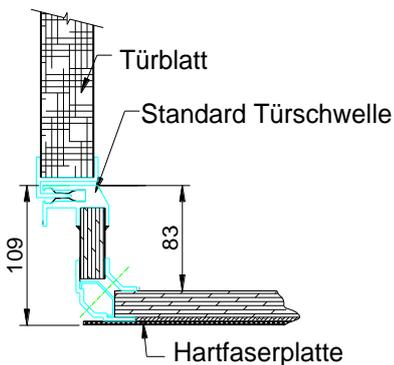

Abb. 6 Messerkontakt-Standard-Schwelle
- Messerkontakt-Standard-Schwelle (Abb. 6)